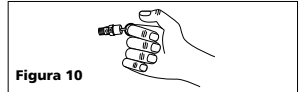

Figura 10
1. Hale el anillo de la válvula de seguridad y deje que calce en su posición normal (Vea la Figura 10). Esta válvula automáticamente libera el aire si la presión del tanque excede el nivel máximo fijado.